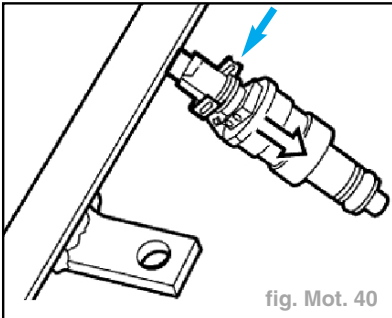

fig. Mot. 40
- Dégager l'arrière et déposer l'injecteur. (fig. Mot. 40)